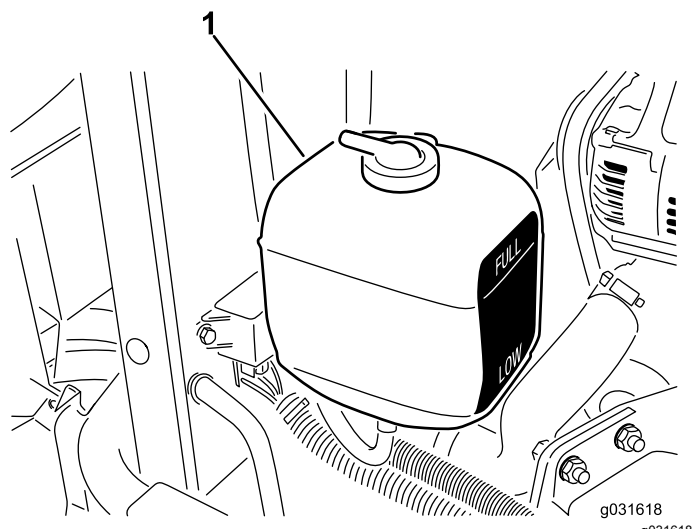

Figura 58
1. Verifique o nível de líquido de refrigeração do depósito secundário (Figura 58).